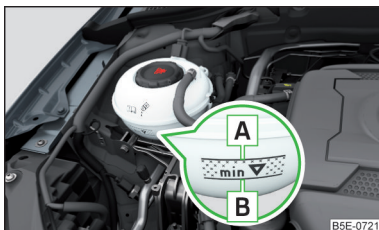

Fig. 320
Vérifier le niveau du liquide de refroidissement - Le niveau du liquide de refroidissement doit être compris entre les repères **A** et **B** » fig. 320. Si le niveau du liquide de remplissage est inférieur au repère **B**, rajoutez du liquide de refroidissement.
Les **spécifications** du liquide de refroidissement sont mentionnées sur l'emballage du liquide de refroidissement » fig. 320.
- Ne versez pas le liquide de refroidissement au-delà de la marque **A** » fig. 320. Le liquide de refroidissement peut être sous pression à cause du chauffage du système de refroidissement, risque d'endommagement des pièces du compartiment moteur.